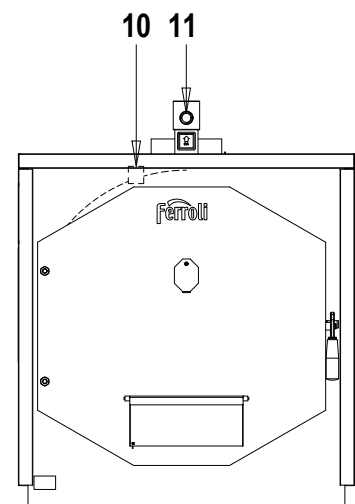

Fig.3
La caldera lleva en su parte superior (Fig. 3) una conexión (10) de diámetro $\frac{3}{4}$ " para la instalación de un regulador termostático de tiro (suministro opcional).